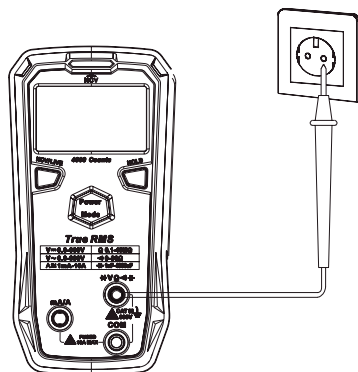

Рис. 10 Бесконтактное обнаружение переменного напряжения
7.8 Определение фазного и нулевого проводника (см. рис. 10)